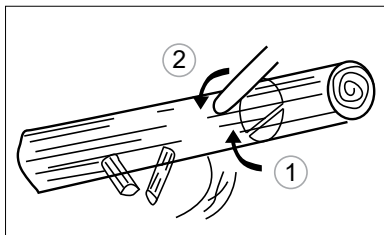

Fig. 21
2. Când bușteanul este poziționat pe suport cu o margine, debitați în sus 1/3 de jos pentru a evita despicarea. Apoi terminați debitarea de sus în jos pe aceeași linie, evitând blocarea (Fig. 21).